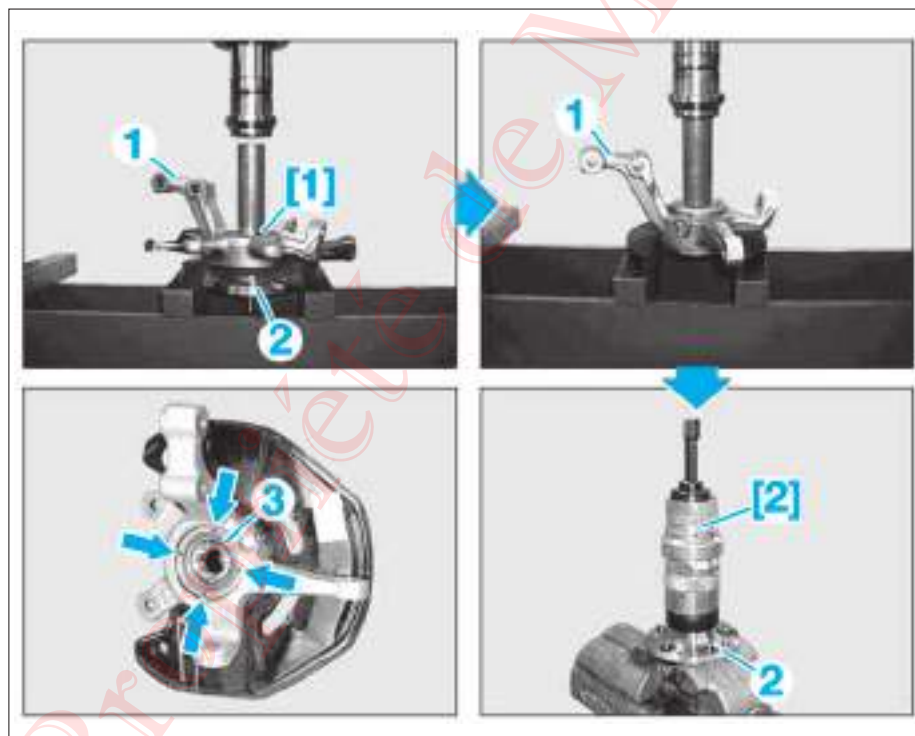

FIG. 21
- [1]. Mandrin (Fig.21).
- [2]. Extracteur (Fig.21).
- Positionner le pivot (1) sur une presse.
- Extraire le moyeu (2) par le bas avec un mandrin [1] (Fig.21).
- Extraire le roulement (3) par le bas.
- Extraire la bague intérieure de roulement du moyeu (2) avec l'extracteur [2].
• Lors de la repose, attention à la position de montage du roulement (3). Les points (flèches) figurant sur le roulement oblique (3) doivent être orientés vers la partie intérieure du pivot (1). En cas de montage incorrect, aucun signal d'impulsion ne sera détecté au niveau du capteur de vitesse de rotation. En effet, la bague à impulsions du capteur de vitesse de rotation est intégré dans le roulement (3).